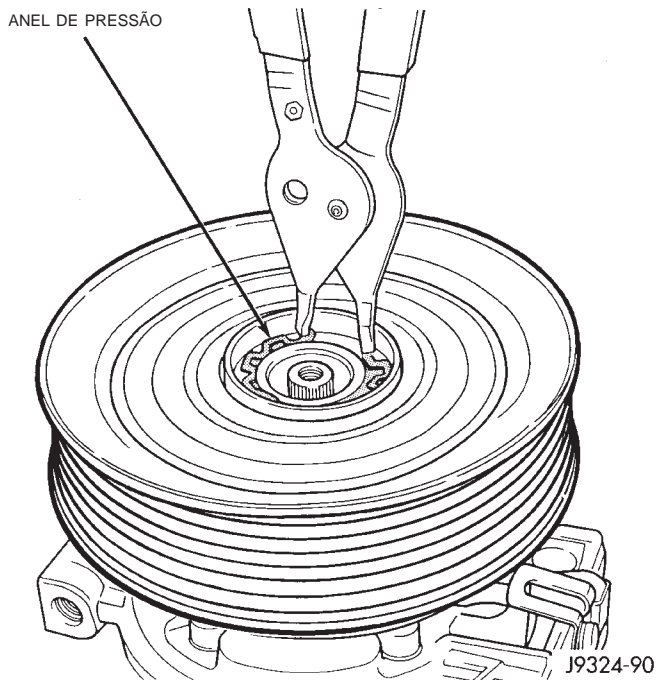
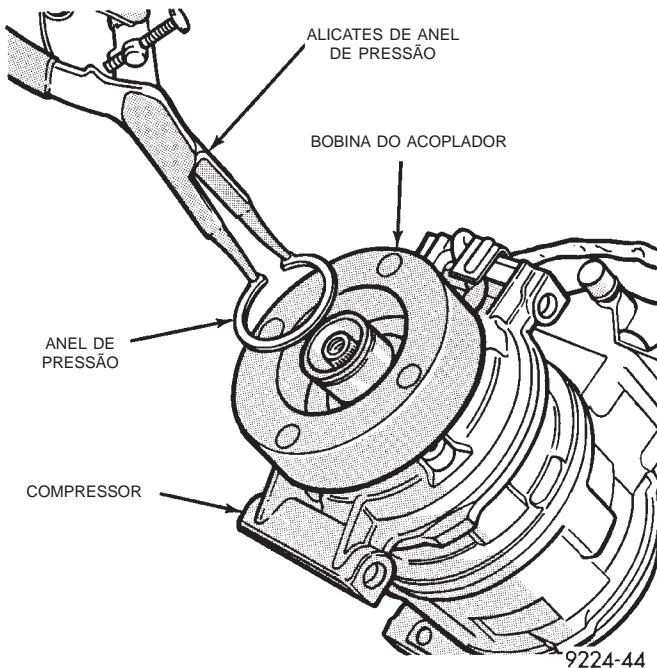

Fig. 7 Remoção/Instalação do Anel de Pressão da Polia
Fig. 8 Remoção/Instalação do Anel de Pressão da Bobina do Acoplador
(4) Remova o anel de pressão de retenção da polia com alicates de anel de pressão (Ferramenta Especial C-4574) e deslize o conjunto da polia para fora do compressor (Fig. 7).
(5) Desconecte o conector do chicote de fiação da bobina do acoplador. Remova o parafuso e retentor do chicote de fiação da bobina do acoplador do alojamento dianteiro do compressor.
(6) Remova o anel de pressão do cubo do compressor e remova a bobina de campo do acoplador (Fig. 8). Deslize a bobina de campo do acoplador para fora do cubo do compressor.